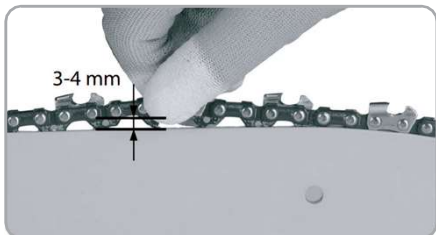

Fig.5
- Desurubați busonul de alimentare cu carburant și umpleți rezervorul cu carburant (fig.5).